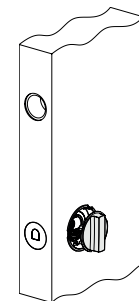

Fig. 4
4. Inserire pomolo e disco emergenza nei supporti spingendoli in battuta sino all'aggancio degli stessi (Fig. 4).
Insert the knob and the emergency disk into the supports, pushing them firmly until they are hooked up (Fig. 4).